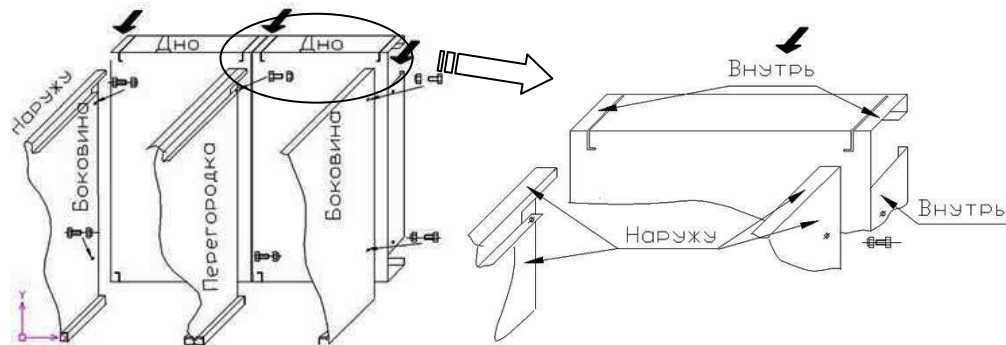

Рис.2
3.2. Разместить дно внизу будущего шкафа плоскостью внутрь шкафа так, чтобы в пазы на лицевой стороне и плоскости дна вошли отгибы боковых стенок(и перегородки-при сборке основного модуля с дополнительным)-Рис.2. Первым действием закрепить дно к левой боковой стенке на болтах(гайка внутри шкафа). При сборке ШРС22 или присоединении доп. секций к перегородке соединять одним болтом с гайкой сразу два дна.